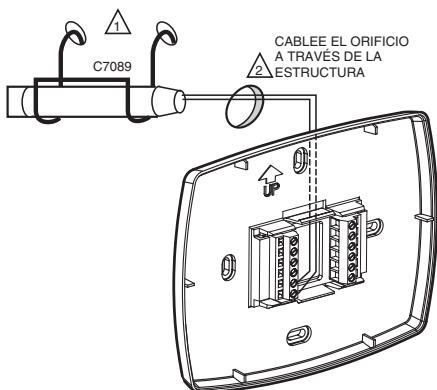

Figura 2. Cableado del sensor exterior C7089 al termostato.
- a. Se recomienda utilizar cables para termostato calibre 18 con código de color. Si desea un ejemplo de un cableado general del C7089, vea la figura 2.